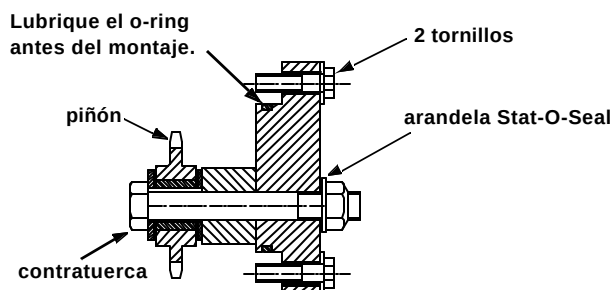

FIGURA 5-8 TAPA EXCÉNTRICA DE AJUSTE - TENSOR DE CADENA (PIÑÓN AUTO ALINEABLE) - TÍPICO
1. La Figura 5-8, página 5-15 presenta un tensor de cadena típico.